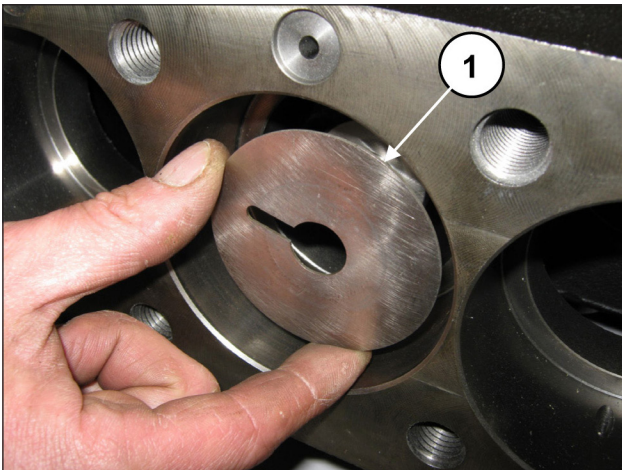

Abb. 177
Entfernen Sie die Spritzschutzringe von den Kolbenführungen (Pos. ①, Abb. 177).